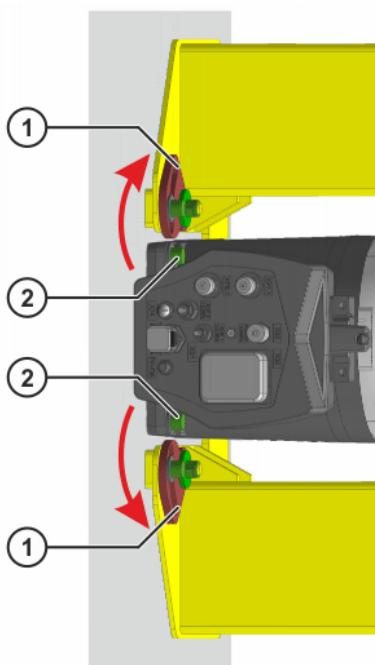

Abb. 7-12: Schwenkhalter nach außen drehen
16. Schwenkhalter nach außen drehen (>>> Abb. 7-12).